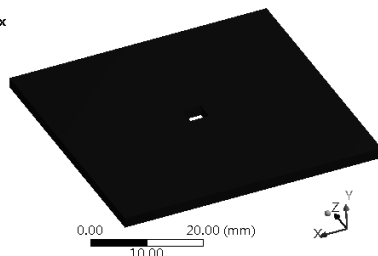

图 11-31 总变形分析云图
Step4：选择 Outline（分析树）中 Solution（B6）下的 Total Deformation（总变形）选项，此时会出现如图 11-31 所示的总变形分析云图。